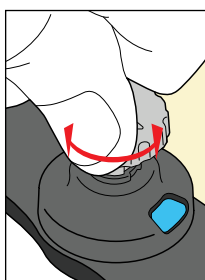

Fig. 11
1. Girare ogni perno della parte anteriore della maschera termoplastica per impostare gli spessori all'altezza iniziale. L'altezza consigliata è di 2 mm (i contrassegni sono a incrementi di 0,5 mm). (Fig. 11)